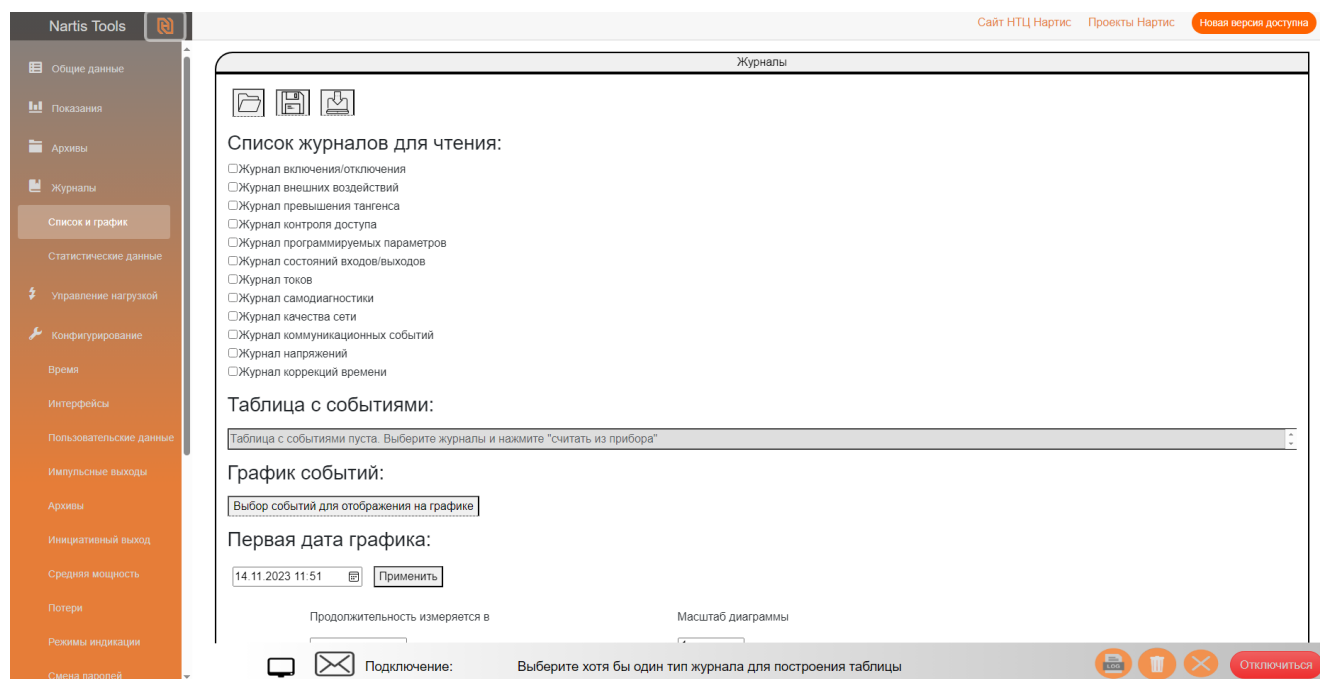

Рисунок 30 – Диалоговое окно раздела «Журналы»
11.1 В разделе «Журналы» основного меню конфигуратора можно прочитать данные всех журналов прибора учета по выбору нажатием активной кнопки «Выбор события для отображения на графике» (рисунок 30), начиная с выбранной даты и в течение выбранного периода.